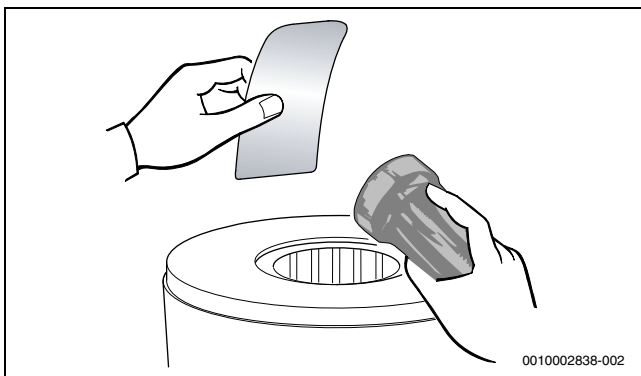

Рис. 116 Проверка наличия грязи в теплообменнике
- ▶ Еще раз проверьте наличие остатков в теплообменнике (→ рис. 116).